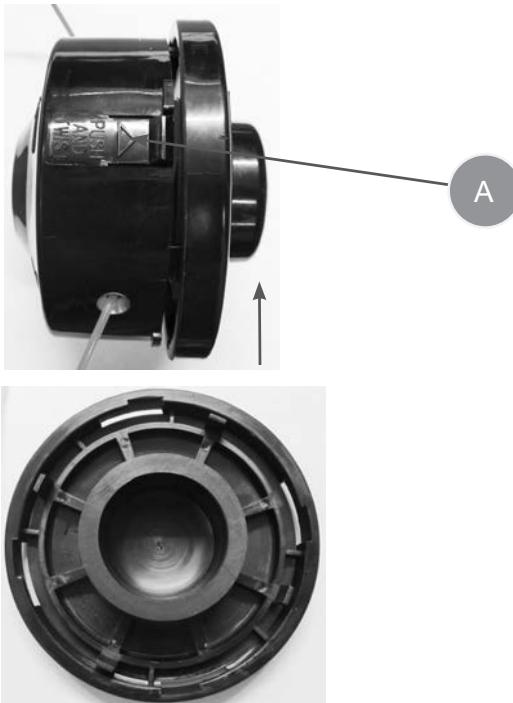

Рис.13
Нажмая на фиксатор (A) Рис.13 одновременно поверните крышку головки по часовой стрелке и снимите ее с корпуса головки (Рис.13).